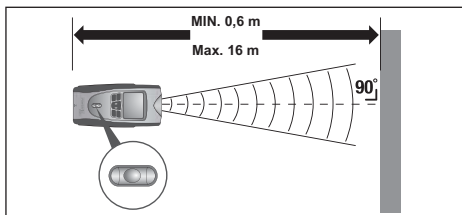
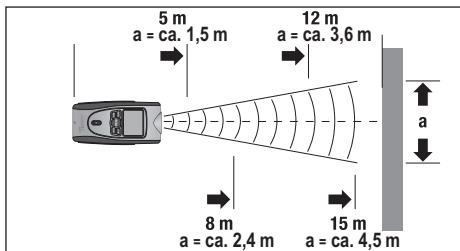

Fig. 1
Fig. 2
1. Ligue o aparelho premindo a tecla ON/OFF ⑩.
2. Prima repetidamente a tecla MODE ⑨, até a indicação L (medição de distâncias) surgir no visor.
3. Para comutar entre as unidades de medida métricas (metros m) e anglo americanas (Feet'/Inch''), prima a tecla FT/M ④.
4. Mantenha o aparelho na horizontal relativamente à parede da qual pretende medir a distância. O emissor/receptor de ultra sons ② tem de se encontrar em ângulo recto com a parede. Para tal utilize o nível de bolha de ar ⑧:
A bolha do nível de bolha de ar ⑧ deve encontrar se entre as linhas de marcação (ver fig. 1).
5. Prima rapidamente a tecla READ ⑪. É projectado um ponto de laser e soa um sinal acústico.
Quanto maior for a distância da parede, maior é a superfície (a) que o medidor de distâncias mede por meio do ultra som (fig. 2). Certifique-se por isso de que o medidor de distâncias está sempre direccionado em ângulo recto para uma superfície plana (figs. 1 e 3.). Certifique-se de que não se encontram quaisquer objectos no alcance de medição.